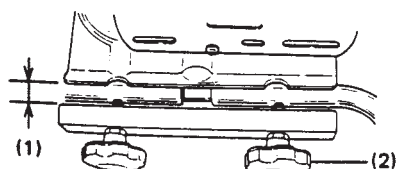

Fig. 1
- 1) Løsn de 4 håndtagsknapper omkring 2,5 cm for at kunne folde begge håndtag ud. Hvis man løsner dem for meget, falder de af. (Fig. 1)